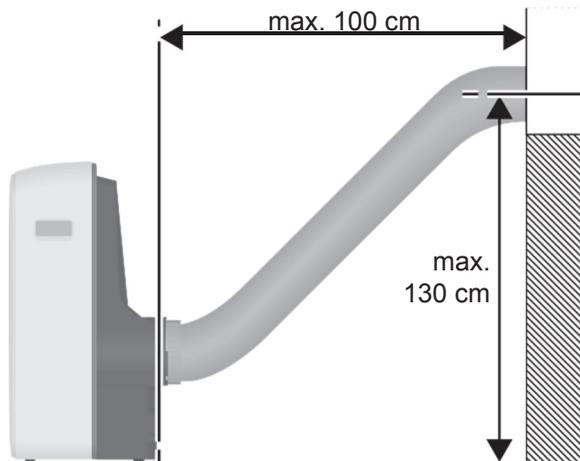

Bild 9: Exemplarische Aufstellung mit Maximalwerten für den Abstand des Klimageräts und der Höhe für den Spiralschlauch.
- Beachten Sie die Maximalwerte (siehe Bild 9).